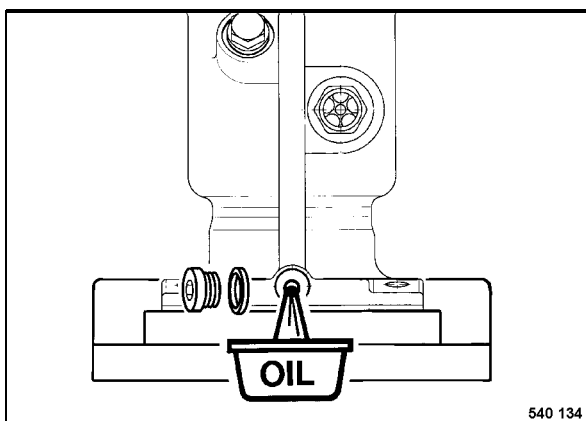

Fig. 45
- Limpiar el tornillo de descarga de aceite (Fig. 45) y desenroscarlo. Dejar salir el aceite.